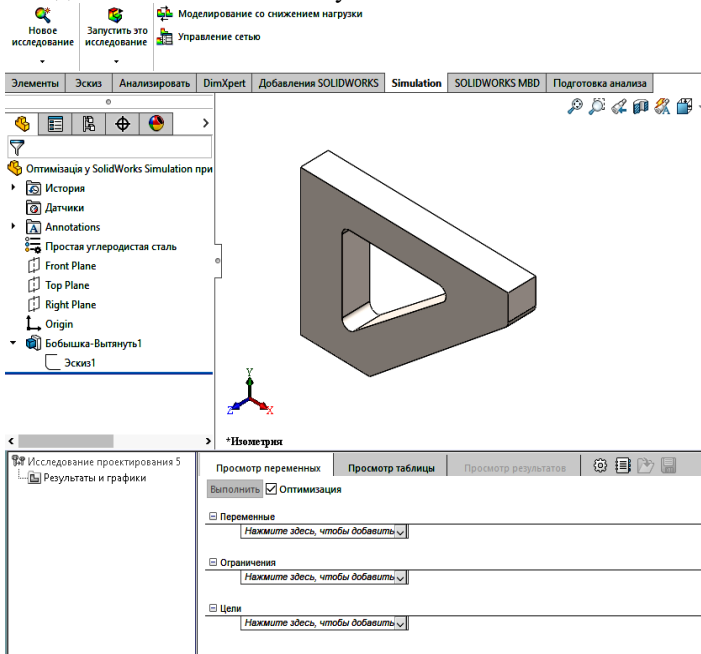

Рис.9. Вікно дослідження проектування
2. Провести новий аналіз, натиснувши кнопку **Нове дослідження** у менеджері команд та вказавши на рядок **Дослідження проектування** (Рис.9).